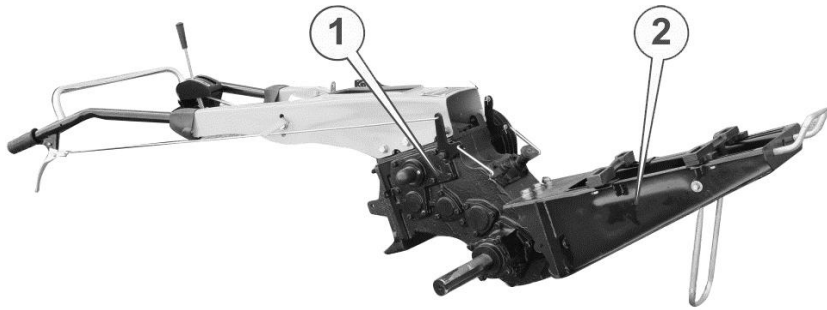

Рисунок 12. – Редуктор мотоблока у зборі з рамою
3. Приєднати раму мотоблока (2) (див. рис. 12.) до редуктора (1) за допомогою 3-х болтів M16 і 2-х болтів M12, використовуючи плоскі і розрізні шайби відповідного діаметру із сумки з кріпленням (див. рис. 23.)